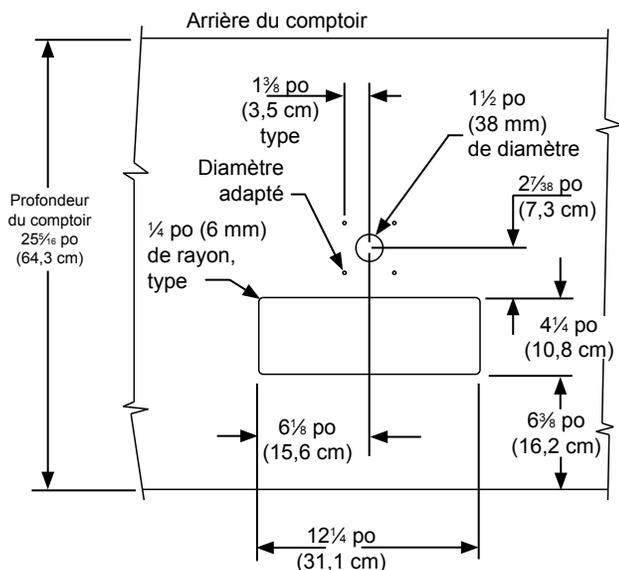

Figure 23
Les dimensions illustrées dans la Figure 23 sont basées sur une profondeur de comptoir de 25⁵/₁₆ po (64,3 cm). Votre comptoir pourrait être différent et nécessiter des dimensions différentes. Consultez les dimensions du produit à la page 30 au moment de déterminer les dimensions requises.
1. Si vous installez votre réfrigérateur à fût sous un comptoir, vous devrez percer 5 trous dans le comptoir pour monter la colonne. Le premier trou de 1¹/₂ po de diamètre est situé au centre de la colonne pour la conduite de bière; percez-le à environ 13¹/₂ po (34,3 cm) du rebord avant du comptoir (en se basant sur une profondeur de comptoir de 25⁵/₁₆ po). Percez ensuite les 4 trous de montage de la colonne, conformément aux dimensions indiquées dans la Figure 23. Le diamètre du trou varie selon le matériel du comptoir et la nécessité d'utiliser des pièces d'ancrage à vis. Les vis fournies dans l'ensemble de documentation sont en acier inoxydable AB de type n° 10 x 1 po. Marquez et découpez l'ouverture rectangulaire pour le drain d'évacuation. Une fois les trous percés et le réfrigérateur à fût placé sous le comptoir, faites passer la conduite de bière dans le joint de la colonne, le trou de 1¹/₂ po dans le comptoir et le trou sur le dessus du réfrigérateur à fût. Montez la colonne sur le comptoir à l'aide des 4 vis fournies. Placez le drain d'évacuation du comptoir, fourni avec l'ensemble de documentation, dans l'ouverture rectangulaire avec la découpe en rayon à l'arrière, près de la colonne. Placez ensuite la grille dans le drain.
2. Montez le régulateur sur le réservoir de CO₂ (raccordement (B)) en utilisant la nouvelle rondelle de plastique fournie par le fournisseur de gaz. Comme le régulateur est muni de filetage à gauche, vous devez le tourner dans le sens inverse des aiguilles d'une montre pour le serrer. Serrez-le avec une clé à molette ou clé plate de 1¹/₈ po.
3. Connectez la ou les conduite(s) d'air rouge(s) provenant du régulateur au **grand** raccord de conduite d'air sur le coupleur de fût avec un **grand** collier de serrage (raccordement (C)).
4. Connectez la conduite de bière transparente provenant de la colonne au **petit** raccord de conduite d'air sur le coupleur de fût avec un **petit** collier de serrage (raccordement (A)).